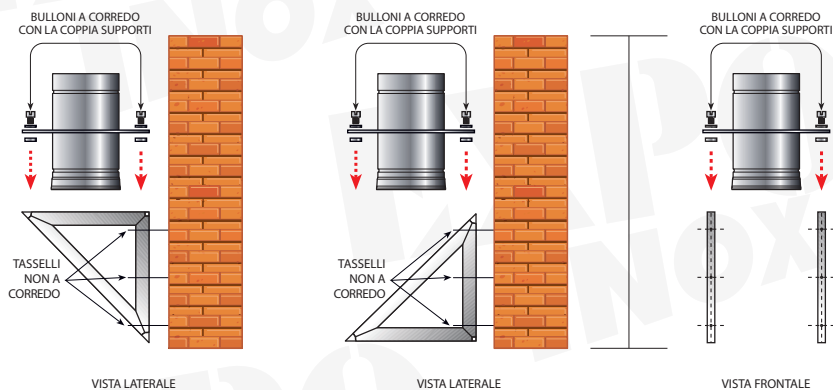
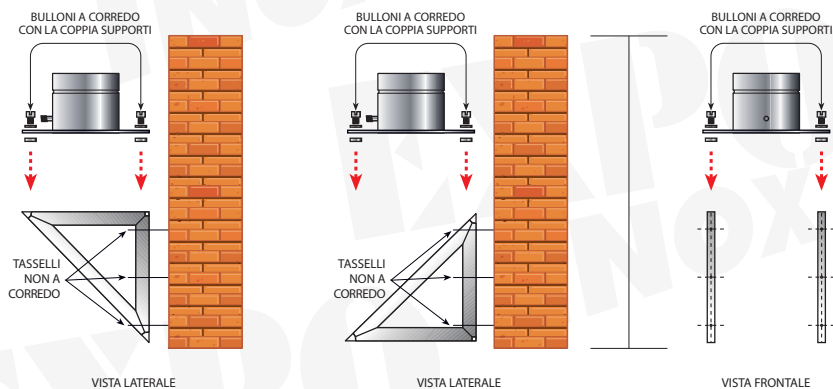

FIGURA 22A
FIGURA 22B
- fissare i due elementi della coppia supporti al muro, creando tra essi un piano di appoggio orizzontale; fissare successivamente la piastra serrando i dadi ai rispettivi bulloni (figura 22A e figura 22B).